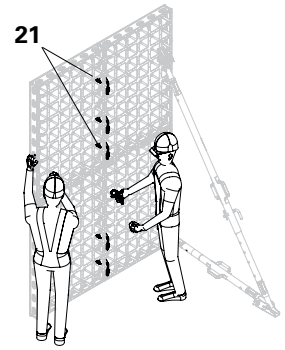

Fig. B1.06
6. Unire le due coppie di pannelli lungo il giunto verticale con il connettore DUO (21). (Fig. B1.06)